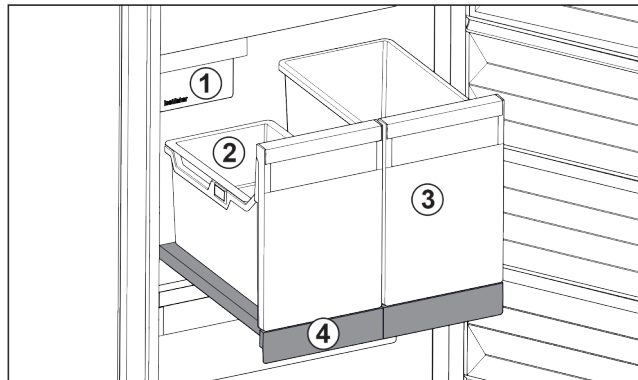

Fig. 117 Vysouvací přihrádka s IceTower
Na vysouvací přihrádce jsou dvě vysoké nádoby (IceTower). V nádobě Fig. 117 (2) se shromažďují a skladují kostky ledu z IceMaker. Nádobu Fig. 117 (3) se hodí pro skladování vysokých potravin jako pizzy nebo alkoholické nápoje.